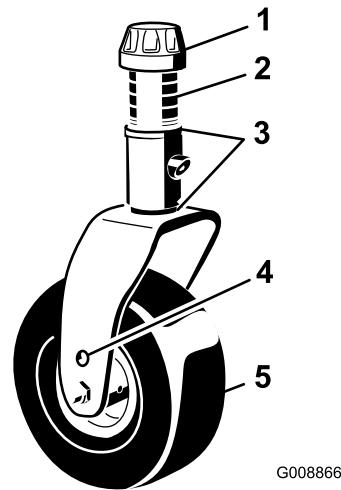
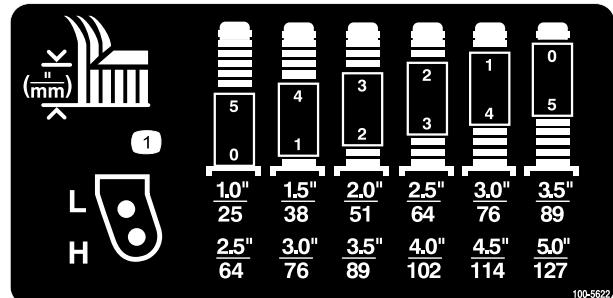

Figure 7
Figure 8
2. Placez les essieux des roues pivotantes dans les mêmes trous sur les deux fourches. Pour choisir les trous corrects pour la hauteur de coupe requise, reportez-vous à la Figure 7 et la Figure 8.
- Enlevez le chapeau de tension de l'axe de pivot (Figure 7) et sortez l'axe du bras pivotant. Replacez les 2 cales (3 mm) sur l'axe de pivot dans leur position d'origine. Elles sont requises pour que les plateaux de coupe soient parfaitement de niveau sur toute la largeur. Placez le nombre requis d'entretoises de 13 mm sur l'axe de pivot pour obtenir la hauteur de coupe voulue, puis ajoutez la rondelle.
Pour déterminer les combinaisons d'entretoises requises pour les différentes hauteurs de coupe, reportez-vous à la Figure 8.